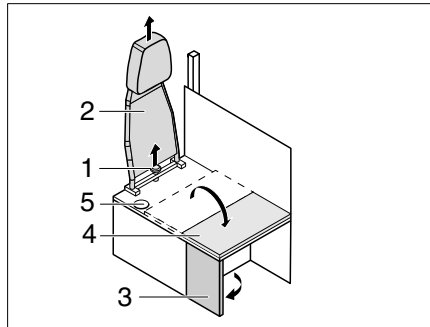

Fig. 210 Trasformazione da posizione di marcia a posizione abitativa
- Svitare la vite con manopola a stella (Fig. 210,1) e togliere lo schienale (Fig. 210,2) verso l'alto.
- Aprire la parete laterale (Fig. 210,3).
- Aprire e spingere la prolunga del divanetto (Fig. 210,4) sulla parete laterale.
- ▷ Per la trasformazione dalla posizione abitativa alla posizione di marcia procedere in ordine inverso. Prestare attenzione a condurre la cintura di sicurezza attraverso l'apertura (Fig. 210,5).